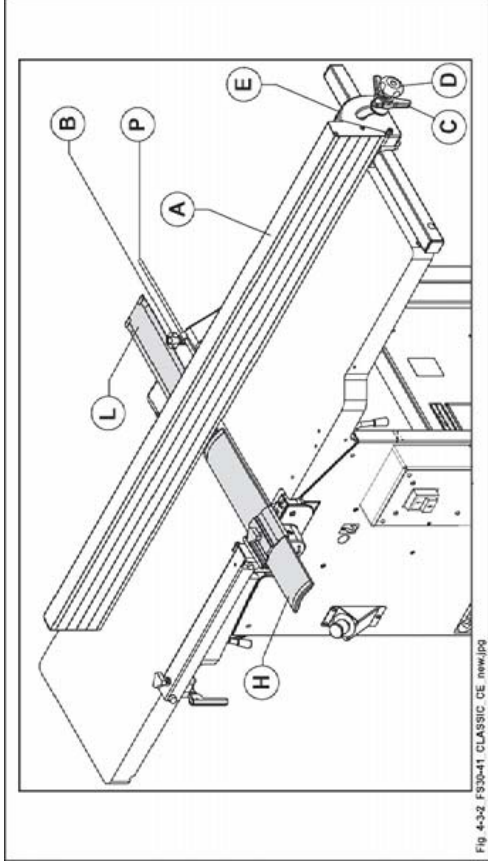

Abb. 4.3-2
- Den Fügeanschlag (A Abb. 4.3-2) in der gewünschten Position anbringen und mit dem Griff (D Abb. 4.3-2) festziehen.
- Um die Führung von 90° auf 45° zu neigen, die Blockierung (C Abb. 4.3-2) lösen, und auf die Skala (E Abb. 4.3-2) Bezug nehmen.
- Nach der Einstellung die Sicherung (P Abb. 4.3-2) bis zum Anschlag auf der Abbrichtführung (A Abb. 4.3-48) bewegen und den Knauf (B Abb. 4.3-2) anziehen.
die Schutzvorrichtung (H Abb. 4.3-2) und (L Abb. 4.3-2) müssen während der Arbeit stets auf der Hobelwelle liegen.